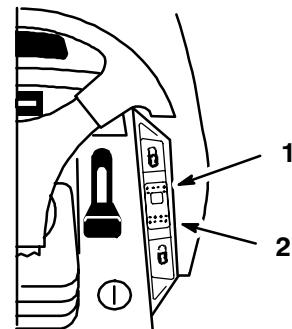

Bild 15
A-3-Position: Verklinkung (unter Federdruck), EIN und AUS und Entriegeln (Bild 15) auf dem Armaturenbrett regelt die Aktivierung. Der Tempomat regelt die Fahrpedalstellung ohne Fußdruck. Die Geschwindigkeitsregelung dient nur dem Einsatz bei der Vorwärtsfahrt. Benutzen Sie den Tempomat nie im Rückwärtsgang.
1. Fahren Sie die Zugmaschine jetzt; siehe Vorwärts- und Rückwärtfahren Seite 19. Schieben Sie, während Sie den Fuß mit gleichbleibendem Druck auf das Fahrpedal drücken, den Tempomatschalter (Bild 15) auf "Verklinkt-EIN".
1. Schieben Sie, während Sie den Fuß mit gleichbleibendem Druck auf das Fahrpedal drücken, den Tempomatschalter (Bild 15) auf "Ausklinken-AUS".